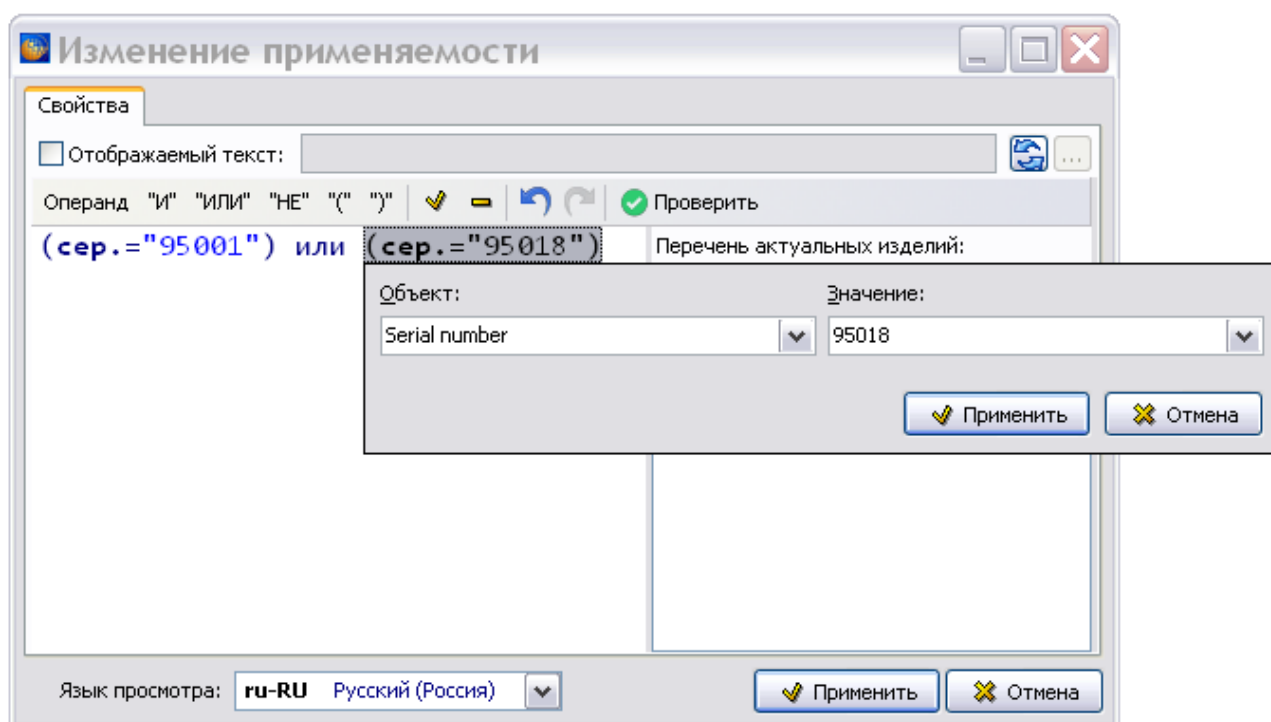

Рис. 22.100
5. Выделите применяемость, которую нужно изменить, и нажмите на кнопку **Изменить (F2)** или в контекстном меню выберите команду **Изменить**. При этом откроется дополнительное диалоговое окно (Рис. 22.100).